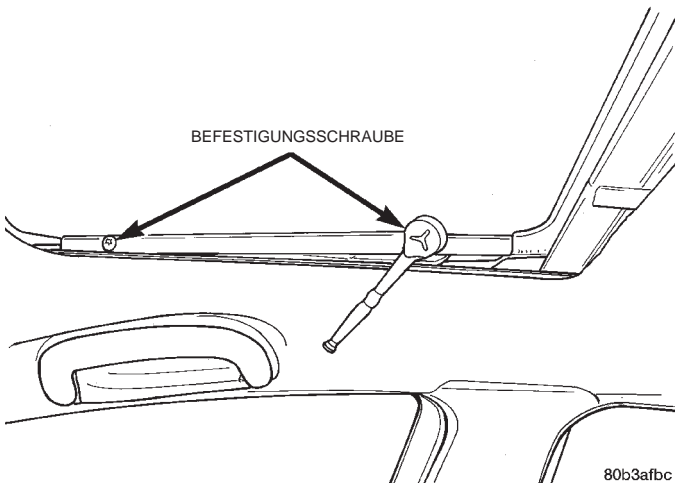

Abb. 3 Glasscheibe ausbauen
- (1) Sonnenblende nach hinten in die offene Stellung schieben.
- (2) Glasscheibe in die vollständig geschlossene Stellung bewegen.
- (3) Die vier Befestigungsschrauben lösen (Abb. 3).
- (4) Glasscheibe anheben und vom Fahrzeug abnehmen.